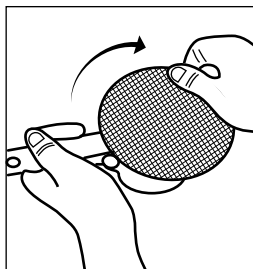

Рис. 2
1. Зафиксируйте вал с помощью ключа из комплекта и установите шлифовальный диск, закрутив его по часовой стрелке (рис. 2). Используйте только оригинальную оснастку производителя в соответствии с техническими характеристиками изделия.